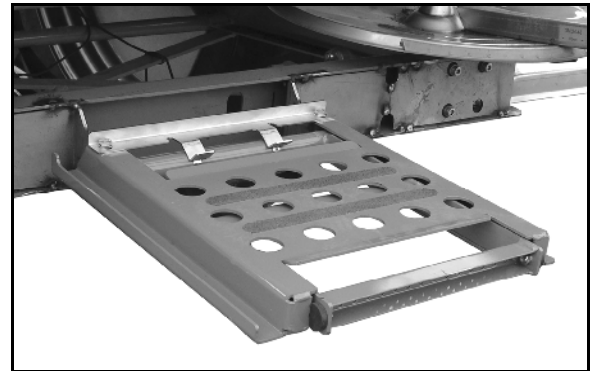

Fig. 39
- Når den ikke er i brug, svinges stigen op (Fig. 39) og skubbes frem sammen med platformen.